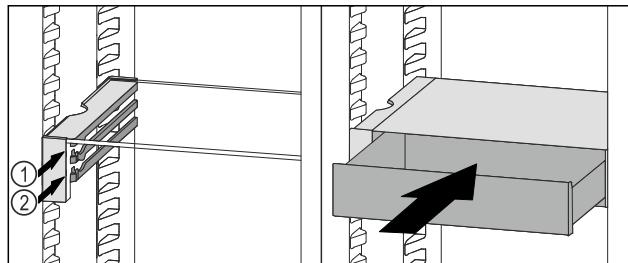

Fig. 96
- Установите выдвижной ящик VarioSafe за стопоры на требуемый выступ Fig. 96 (1) или Fig. 96 (2).